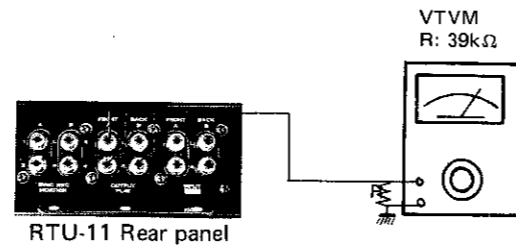

Fig. 23
**21.1 PLAYBACK LEVEL (Fig. 23)**
**21.2 PLAYBACK EQUALIZATION (Fig. 23)**